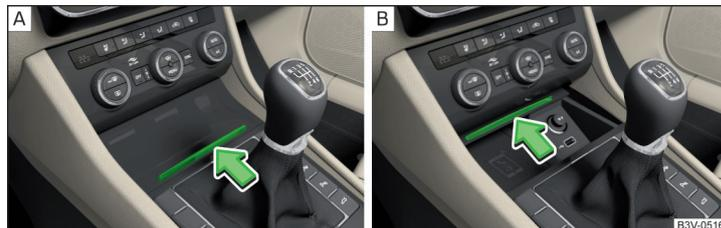

Abb. 108 Ablagefach: öffnen/schließen
- » Zum **Öffnen** auf die Leiste in Pfeilrichtung drücken » Abb. 108 - **A**.
- » Zum **Schließen** auf die Leiste in Pfeilrichtung drücken » Abb. 108 - **B**. Der Deckel schließt sich selbsttätig.